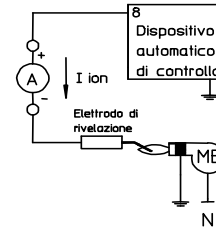

Fig.4
- il livello del segnale di fiamma sia sufficientemente elevato (vedere Fig.4 per l'esecuzione della misura);